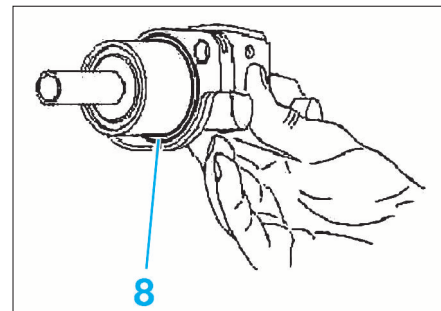

FIG.14
- Remplacer systématiquement le joint (8) (Fig.14).